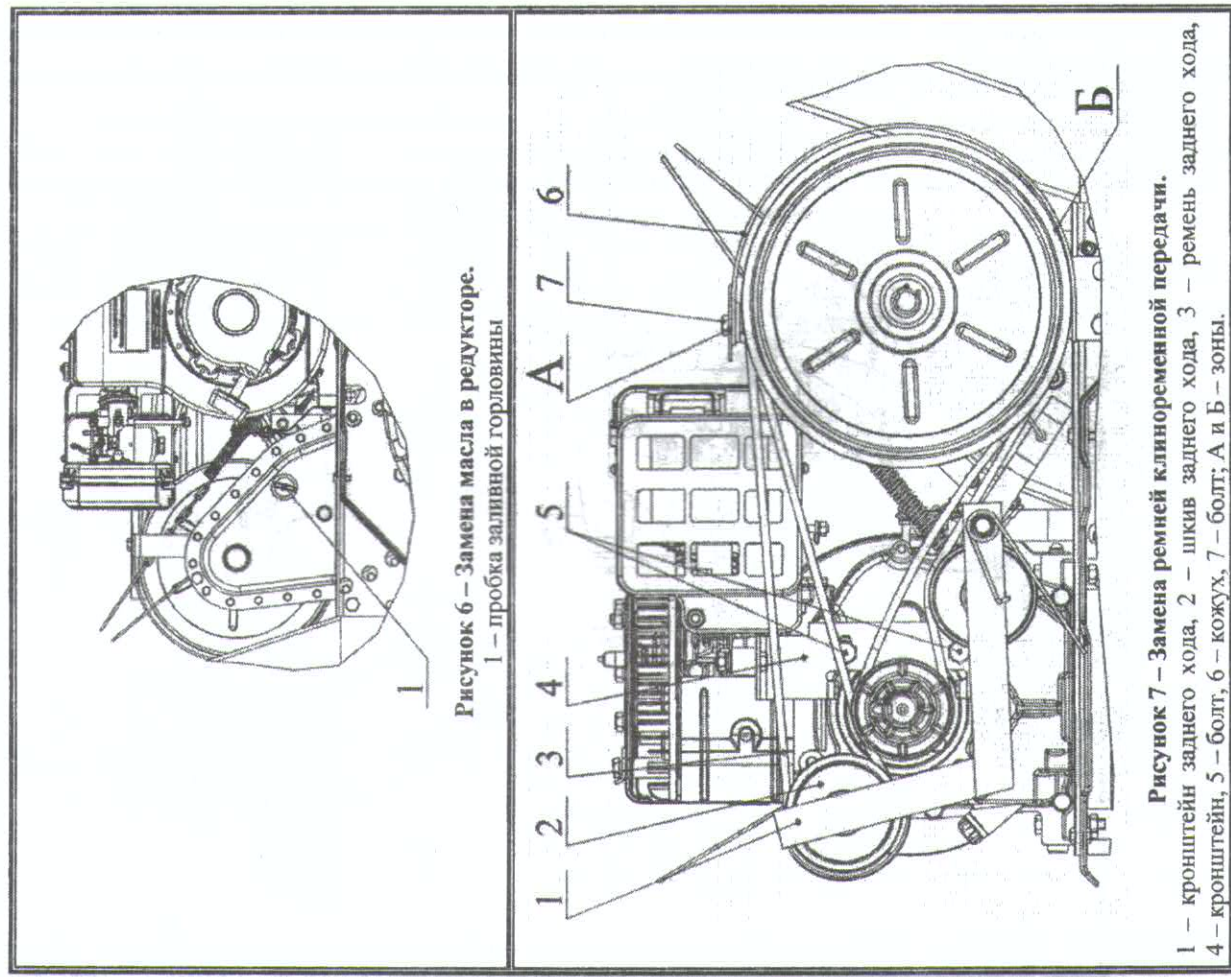

Рисунок 6 - Замена масла в редукторе.
8.6.3 Выверните пробку 1 (рисунок 6) и, наклонив мотоблок направо, слейте масло из редуктора в подставленную емкость.